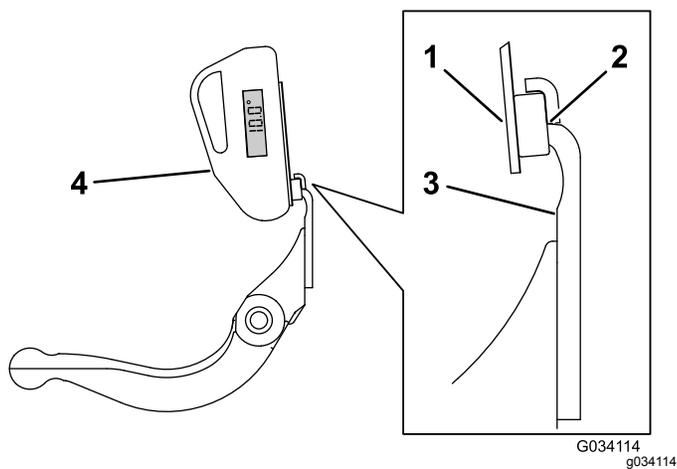

**Figura 29**
1. Coloque o indicador de ângulo no lado inferior da lâmina de corte, como se ilustra na Figura 29.